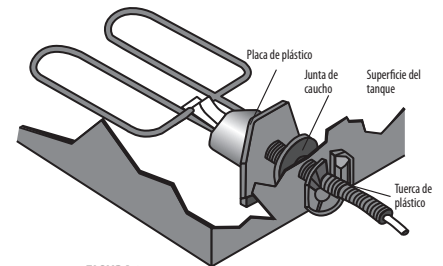

FIGURA 2
- Coloque el descongelador dentro del tanque. Apóyelo en el fondo del tanque. La junta de caucho debe estar entre la superficie interna del tanque y la placa de plástico de la cubierta del calentador (vea la figura 2).